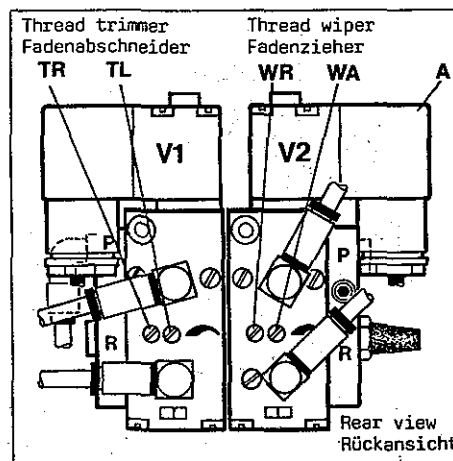
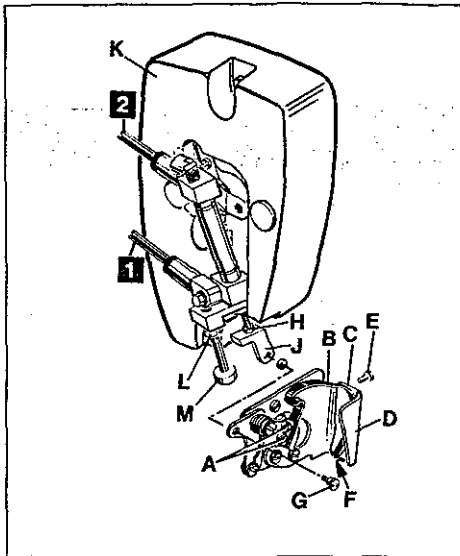
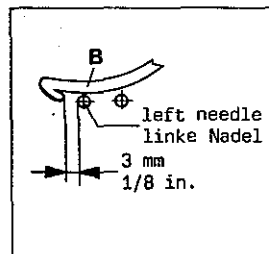
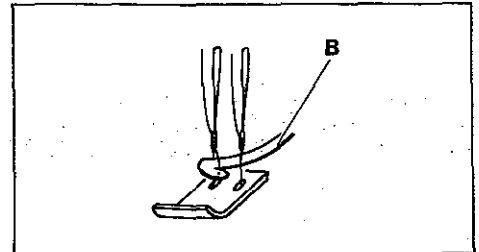

Fig. 51
Fig. 52
Fig. 55
Fig. 54
6.1 Keep power and air supply of thread wiper disconnected by loosening the securing screw and pulling-out plug (A, Fig. 51) on valve (V2) and by disconnecting the PA-tubes (1 and 2, Fig. 52) on the air cylinder of the wiper.
When the hook (B, Fig. 54) returns from left to right it must catch the needle threads and draw them to leaf spring (C, Fig. 52) for clamping.
For adjustment loosen screws (A, Fig. 52), set as required and retighten screws.
6.2 The wiper hook (B, Fig. 52) and leaf spring (C) for clamping the needle threads should be approximately flush at point (F) when the hook (B) is in its right end position.
After loosening screw (E, Fig. 52) set the lower end of leaf spring flush to the lower edge of bracket (D) at point (F). Retighten screw (E).
For adjustment of hook (B, Fig. 52) loosen screw (G) and nut (H) and screw stop (J) in or out as required. Retighten nut (H) and reconnect wiper with screw (G).
6.1 Trennen Sie den Fadenzieher von der Strom- und Luftzufuhr durch lösen der Sicherungsschraube und herausziehen des Steckers (A, Fig. 51) am Ventil (V2) und durch Lösen der PA-Schläuche (1 und 2, Fig. 52) am Luftzylinder des Fadenziehers.
Wenn der Haken (B, Fig. 54) von links nach rechts zurück schwenkt muß er die Nadelfäden mitnehmen und zum Festklemmen zur Blattfeder (C, Fig. 52) ziehen.
Zur Einstellung lösen Sie die Schrauben (A, Fig. 52), stellen entsprechend ein und ziehen die Schrauben wieder an.
6.2 Der Haken für Fadenzieher (B, Fig. 52) und die Blattfeder (C) zum Klemmen der Nadelfäden müssen in der rechten Endstellung des Hakens (B) im Punkt (F) in etwa bündig sein.
Stellen Sie nach Lösen der Schraube (E, Fig. 52) das untere Ende der Blattfeder (C) bündig zur unteren Kante des Halters (D) bei Punkt (F). Ziehen Sie die Schraube (E) wieder an.
Zur Einstellung des Hakens (B, Fig. 52) lösen Sie die Schraube (G) und die Mutter (H) und schrauben den Anschlag (J), nach Bedarf ein oder aus. Ziehen Sie die Mutter (H) wieder an und verbinden Sie den Fadenzieher wieder mit der Schraube (G).
6.2 Stop screw (M, Fig. 52) limits the motion of the wiper hook to the left. Loosen nut (L) and set the stop screw (M) so that stop (J) strikes against it when the wiper hook (Z, Fig. 55) is 3 mm (1/8 in.) left of the left needle. Retighten nut (L, Fig. 52).
HINT: For disassembling head cover (K, Fig. 52) remove screw (G), the two head cover fastening screws and disconnect PA-tubes (1 and 2).
The speed for the movement of the thread trimmer mechanism to the left for cutting is regulated with screw (TL, Fig. 51) and the speed for the movement to the right in home position is regulated with screw (TR) on valve (V1).
The speed for the movement of the wiper hook to the left is regulated with screw (WL, Fig. 51) and the movement to the right in home position is regulated with screw (WR) on valve (V2).
6.2 Die Anschlagsschraube (M, Fig. 52) begrenzt den Weg des Hakens für Fadenzieher nach links. Lösen Sie die Mutter (L) und stellen Sie die Anschlagsschraube (M) so, daß der Anschlag (J) an ihr anschlägt, wenn der Haken für Fadenzieher (Z, Fig. 55) 3 mm links der linken Nadel steht. Ziehen Sie die Mutter (L, Fig. 52) wieder an.
HINWEIS: Entfernen Sie zum Abnehmen des Kopfdeckels (K, Fig. 52), die Schraube (G) sowie die beiden Kopfdeckel-Befestigungsschrauben und lösen Sie die PA-Schläuche (1 und 2).
Die Geschwindigkeit für die Bewegung des Fadenabschneidermechanismus nach links zum Schneiden wird mit der Schraube (TL, Fig. 51) und für die Bewegung nach rechts in die Ruhestellung mit der Schraube (TR) am Ventil (V1) reguliert.
Die Geschwindigkeit für die Bewegung des Hakens für Fadenzieher nach links wird mit der Schraube (WL, Fig. 51) und für die Bewegung nach rechts in die Ruhestellung mit der Schraube (WR) am Ventil (V2) reguliert.